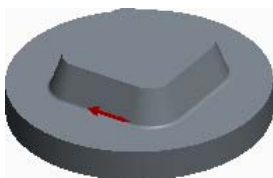

图 7.4.20 预览切削方向
Step10. 定义切削方向。在“切削定义”对话框中单击“切削方向”按钮 ,在弹出的 **DIRECTION (方向)** 菜单中选择 **Flip (反向)** 命令,使得图形区的方向显示如图 7.4.20 所示,选择 **Okay (确定)** 命令,完成切削方向的调整。